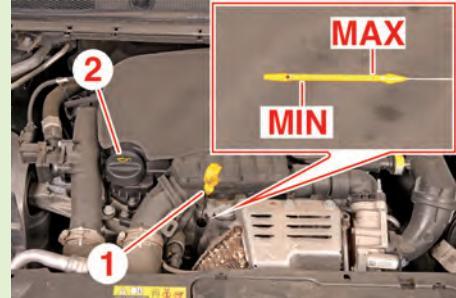

Fig.1
- Extraire la jauge de niveau d'huile moteur (1) et l'essuyer (Fig.1).
- Déposer le bouchon de remplissage (2).